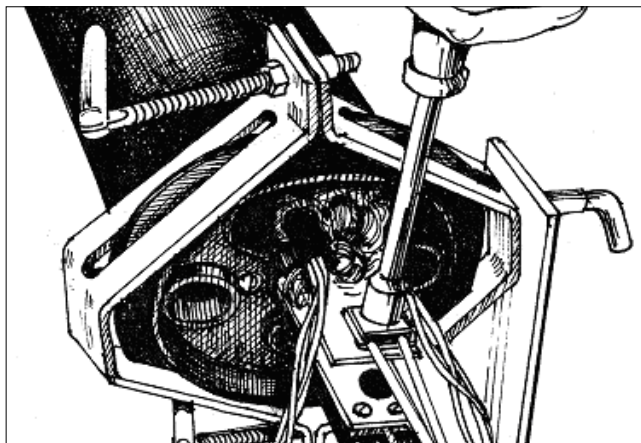

Рис. 3.13. Закрепление ЦСЭ из стеклопластикового стержня
3.5.9. Центральные силовые элементы в виде стеклопластиковых стержней закрепляют так же как стальные тросы (Рис. 3.13.).